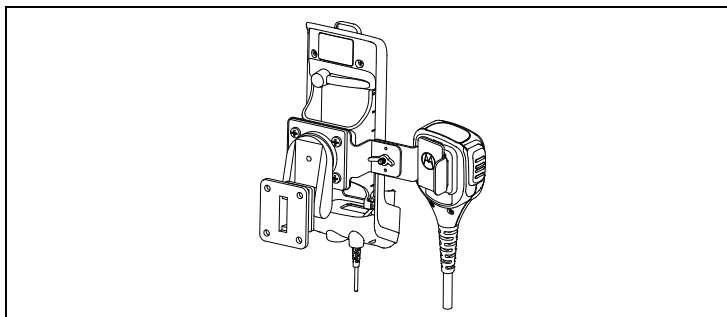

Figura 2: *Aggancio dell'RSM sulla staffa*
8. La staffa RSM consente di agganciare l'RSM come illustrato nella Figura 2 qui sotto.